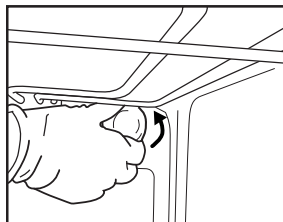

Fig.8
2. Desenrosque la tapa de la bombilla (Fig.8), cambie la bombilla (consulte la nota sobre el tipo de bombilla) y vuelva a atornillar la tapa.